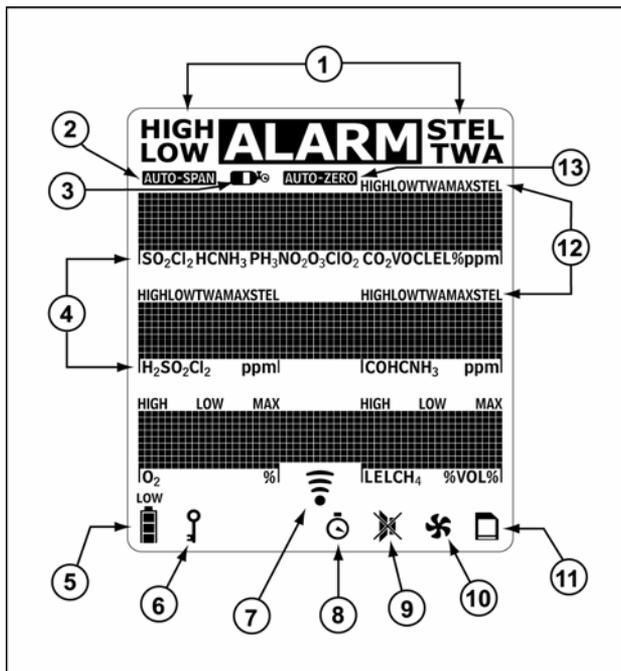

Abbildung 2. Anzeigeelemente
- In Abbildung 2 und Tabelle 4 werden die Elemente der Flüssigkristallanzeige (LCD) des Detektors beschrieben